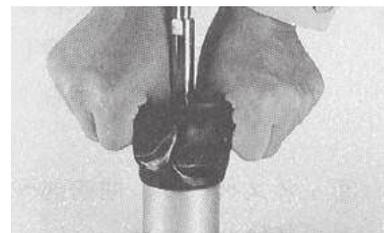

Fig.35
c) BFダイヤフラムF Ass'yの金具部をピストンの前面開口部へ挿入し、ピストン肩部に当たるまで押し込む。(Fig.35)